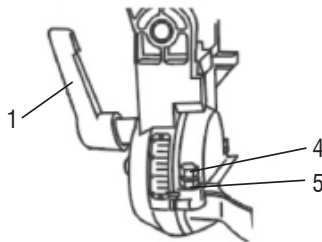

Fig. 18 - Ajuste del batiente de 45°
- 1 - Posicione el cabezote de la máquina en la posición más baja, Fig. 18;
- 2 - Suelte el manipulador (1);
- 3 - Inclíne el cabezote lo más posible para la izquierda, hasta apoyar en el batiente (4);
- 4 - Apriete el manipulador (1);
- 6 - En caso de encontrar huelga entre la escuadra y la lámina, suelte la tuerca (5);
- 7 - Ajuste el batiente (3) y apriete la tuerca;